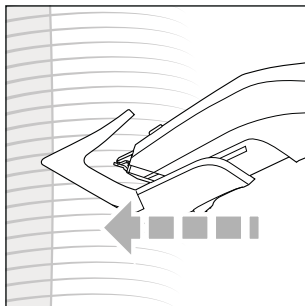

Fig. 7
- 2) Hold produktet, så kamopsatsen **10/11** eller skærehovedet **1** er så oprejst på hovedet som muligt, og skæreklingen peger mod hovedbunden (se fig. 7). Bevæg produktet ensartet og altid i samme retning gennem håret for at undgå, at håret sætter sig fast i skærehovedet **1**.